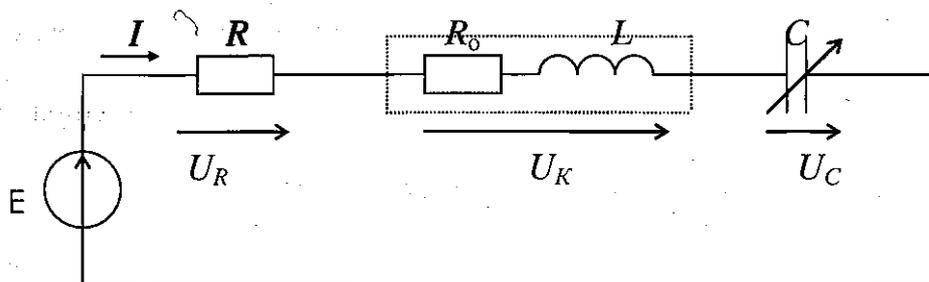

Рис.7.1
- Эквивалентная схема исследуемой цепи (рис. 7.1). В схеме действует источник синусоидальной ЭДС с постоянной частотой $f = 50$ Гц.